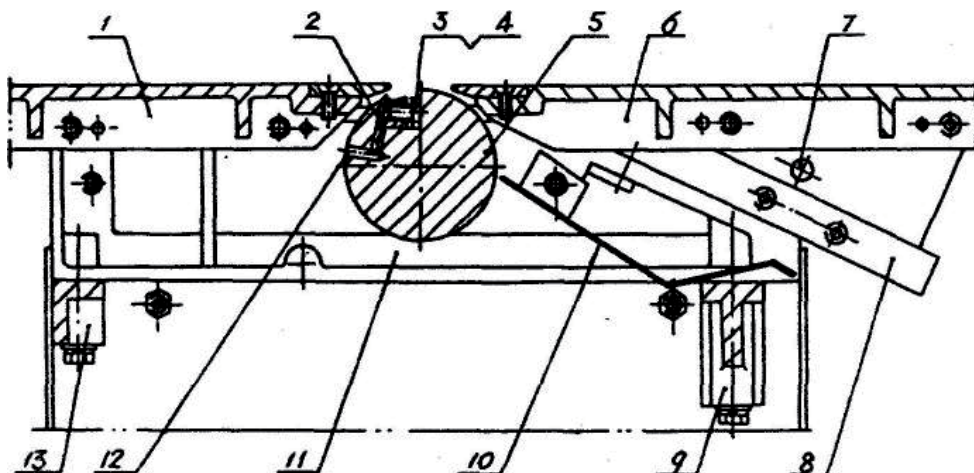

Рис. 5 Стругальний блок
Стругальний блок (Рис. 5)
- Див. Рис. 5. Послабте болт ножа 3, вставте викрутку у отвір 12, витягніть механізм 2 назвни, потім трохи закрутіть болт 3, розмістіть пласку лінійку на середню частину крайової пластини заднього столу 1.
- Поставте упор для фасок з напрямною та з'єднайте напрямну з основою, як зазначено на Рис. 5.